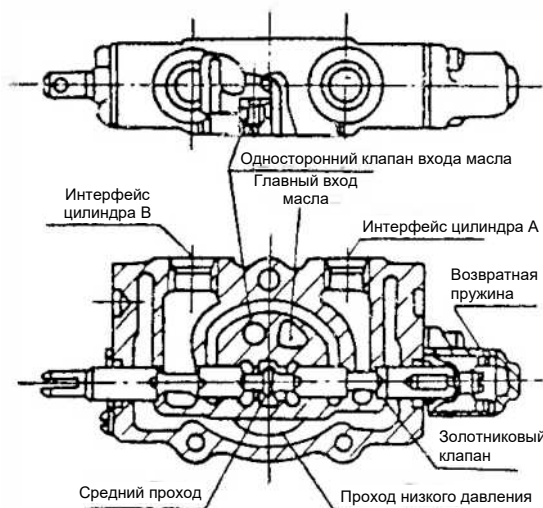

Рис. 9-2
(1) Среднее положение (рис. 9-2)